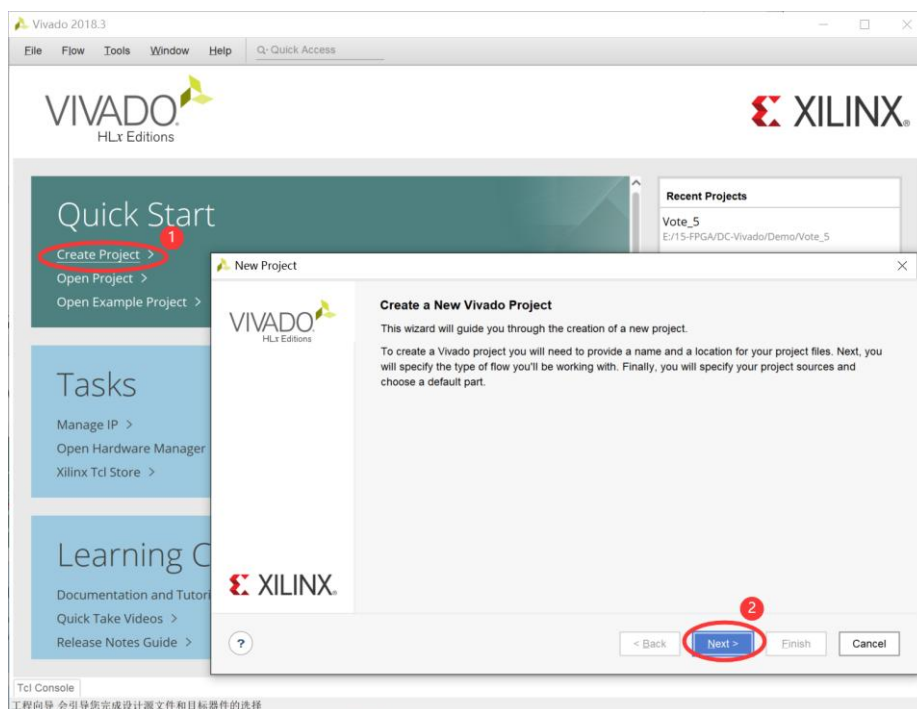

图3.2 创建新工程
(1) 新建工程。启动 Vivado Design Suite 软件，每次打开时都会在起始界面右侧显示最近打开过的工程列表，可以直接单击某个工程再次打开它。这里选择创建一个新工程，如图 3.2 所示，单击“Create Project”；弹出“New Project”窗口，单击“Next”按钮，进行下一步。
(9) 打开工程管理主界面。上一步单击“OK”按钮后就弹出了工程管理主界面，如图 3.12 所示。打开已有工程的方式有两种：一是在工程所在目录下双击工程文件*.xpr，二是打开 Vivado 软件，在图 3.2 所示界面上，单击“Open Project”，到工程所在目录下选择相应的工程文件。